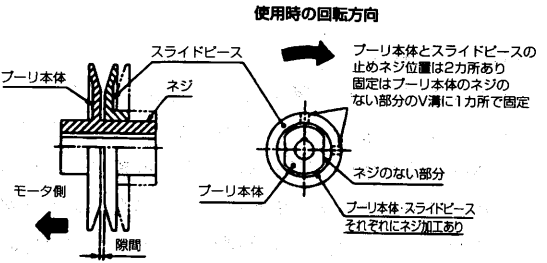

図1
3. 下記の調節方法に従い、可変プーリのPCφを調節します。(図1)